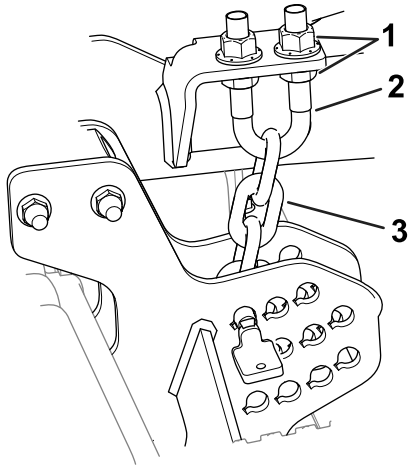

Figura 7
6. Afloje las contratuercas inferiores del perno en U de la cadena de altura de corte (Figura 7).
7. Ajuste las tuercas (Figura 7) para elevar o bajar la parte trasera de la unidad de corte hasta que las puntas de las cuchillas traseras estén de 6 a 10 mm más altas que las puntas delanteras.